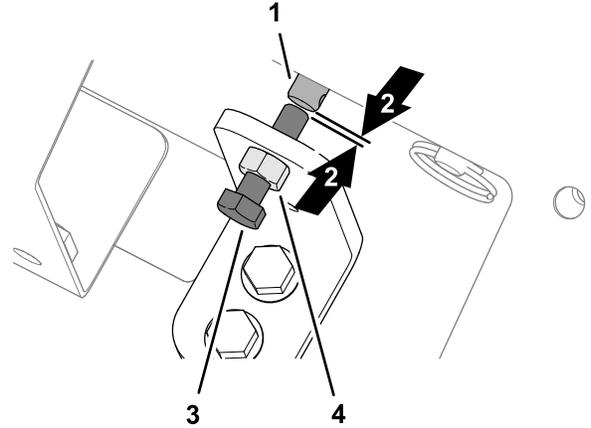

图 33
1. 松开手动超控支架上的锁紧螺母图 33。
2. 逆时针旋转用作阀超控装置的六角头螺丝直至您看到螺丝末端与输送带速度螺线管阀杆之间有一个小间隙图 33。
3. 拧紧锁紧螺母图 33。